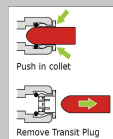

Fig. 1
- Rimuovere tutti i tappi di trasporto dalla parte posteriore dell'unità (Fig. 1)